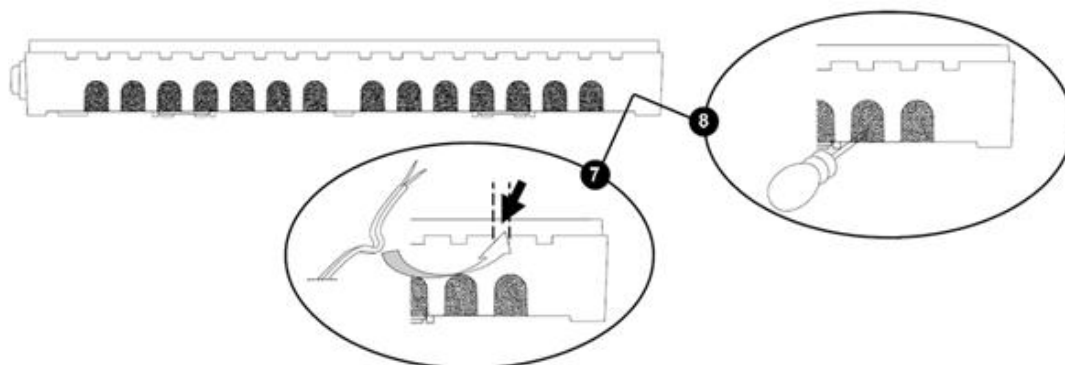

Рис. 3. Кабельный ввод
Используя пассатижи, осторожно удалите пластиковый «зуб» обозначенный стрелкой (❼) на рис. 3, затем, после подключения кабеля к соответствующему разъему, сверните его, как показано на рис. 3, и зажмите при помощи зажимов, входящих в комплект.
Проткните пористый материал, как показано в пункте ❽ на рис. 3, затем протяните кабель через пористый материал к центру. Выполните электрические соединения к соответствующим разъемам и зажмите при помощи зажимов, входящих в комплект.